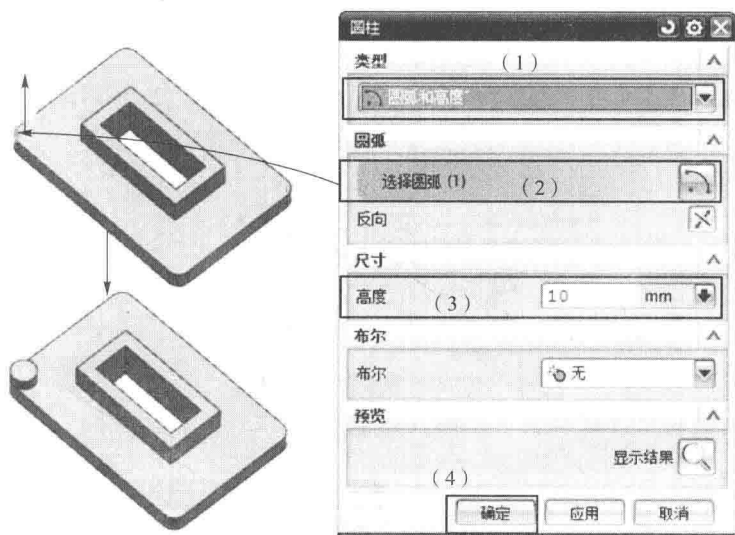

图 1-11 【圆柱体】对话框
- (1) 依次单击【插入】—【设计特征】—【圆柱体】命令  圆柱体(C)...，弹出如图1-11所示的【圆柱体】对话框。在【类型】选项中选择【圆弧和高度】选项；
- (2) 选择模型中的圆角边作为【选择圆弧】的对象；
- (3) 在【高度】区域中，输入值为10；
- (4) 单击【确定】按钮 ，完成单个圆柱体的创建。